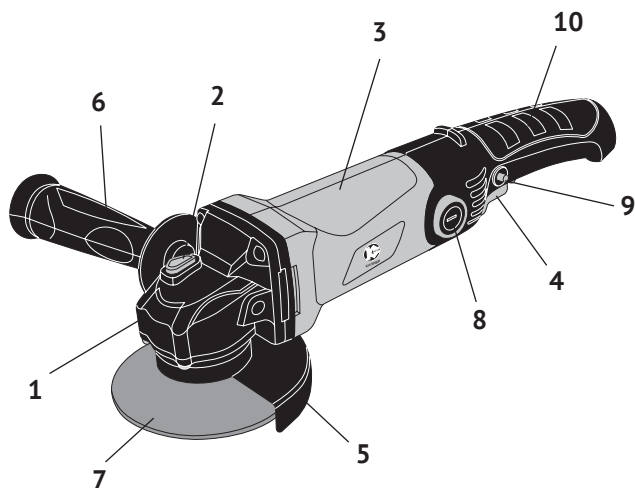

рис. 1
1.6 Общий вид шлифмашины схематично представлен на рис.1
1.7 Шлифмашина состоит из коллекторного двигателя в пластиковом корпусе (рис.1 поз.3) и редуктора, расположенного в металлическом корпусе (рис.1 поз.1). Крутящий момент с якоря электродвигателя через редуктор из 2-х конических шестерён, под углом 90° передаётся на шпиндель. На резьбу (M14) шпинделя крепится рабочий инструмент (отрезной, полировальный круг рис.1 поз.7). Шлифмашина комплектуется дополнительной рукояткой (рис.1 поз.6), с возможностью крепления к корпусу редуктора в 2-х позициях (справа или слева).
1.8 Клавиша выключателя (рис.1 поз.4) расположена в нижней части рукоятки (рис.1 поз.10) состоящей из 2-х половин (правой и левой), крепящейся к корпусу двигателя. Включение шлифмашины осуществляется нажатием на клавишу выключателя указательным пальцем. Во избежание самопроизвольного включения инструмента, выключатель снабжён блокировкой клавиши (кнопка блокировки, рис.1 поз.9, расположена на левой части рукоятки).
- установить боковую рукоятку (рис.1 поз.6) в удобное для работы положение;
Включение шлифмашины: нажав и удерживая кнопку блокировки (рис.1
поз.9), нажать клавишу выключателя (рис.1 поз.4), двигатель запустится. Выключение – отпустить клавишу выключателя, клавиша и кнопка блокировки (со щелчком) возвратятся в исходное положение – выключено/заблокировано.
3.2 Для замены щёток необходимо: открутить крышки щёткодержателей (рис.1 поз.8), вынуть использованные щётки из щёткодержателей и заменить их новыми. Щётки следует заменять парой для обеспечения равной степени их давления на коллектор якоря.